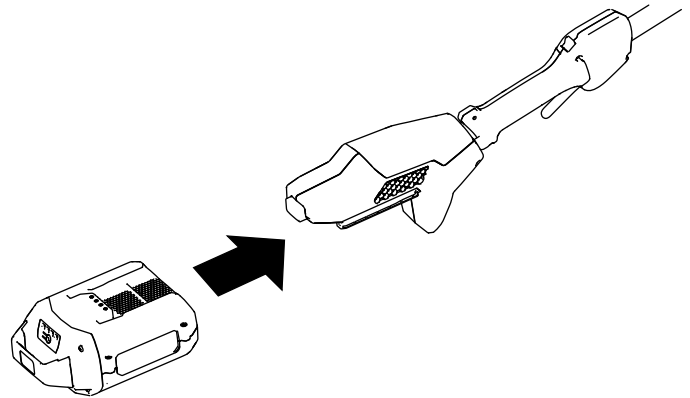

Figure 10
3. Alignez le creux de la batterie sur la languette du corps du manche (Figure 10).